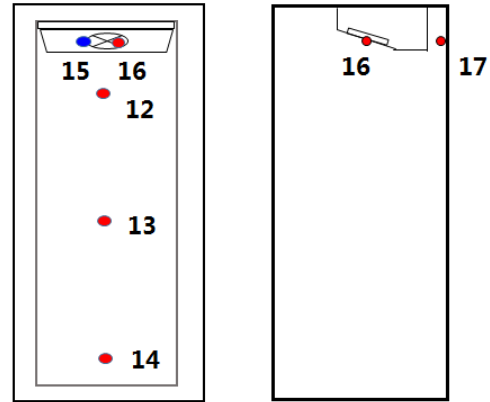

图 2: 箱体内部结构示意图
9、箱体内部温度 12、13、14 (图 2)
10、温控器温度 15, 蒸发器进风口 16, 蒸发器出风口 17 (图 2)